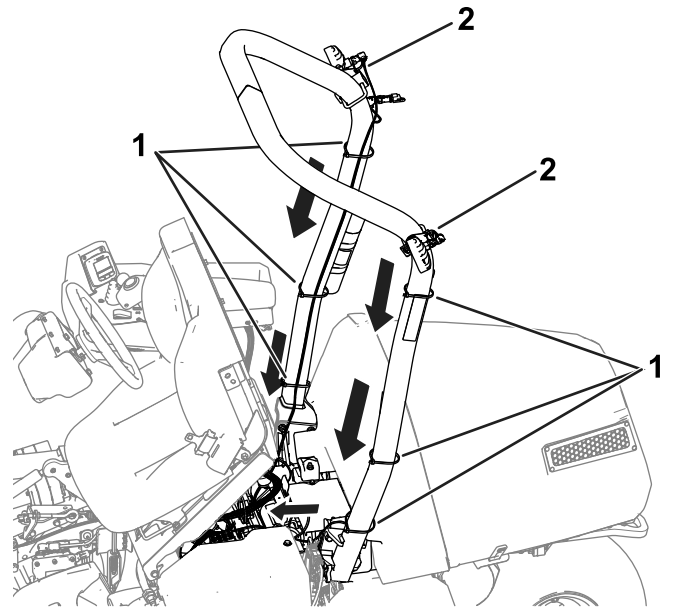

Figura 2
4. Encaminhe a cablagem para baixo pela barra de segurança e por baixo do banco Figura 2.
- Utilize duas braçadeiras de cabos (7-1/4 pol.) para prender a cablagem aos suportes esquerdo e direito; consulte a Figura 2.
- Utilize seis braçadeiras de cabos (14-1/2 pol.) para prender a cablagem à barra de segurança; consulte a Figura 2.